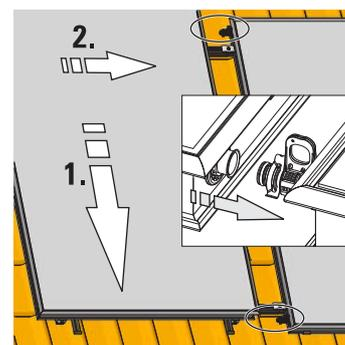

Fig. 3-28 Positionnement du capteur suivant
5. Hissez le capteur solaire suivant (voir la section 3.4.3, étape n° 2) sur les rails de montage et suspendez-le dans les crochets de sécurité en respectant l'écartement DES compensateurs (fig. 3-28).